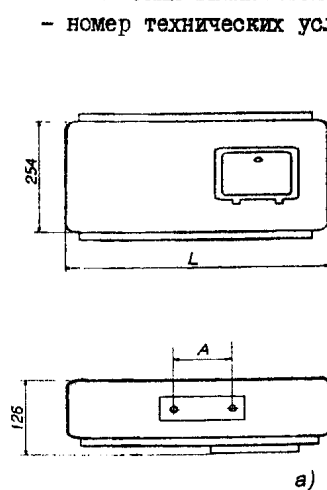

Рис. 4 Общий вид осветительных щитков:
2. Шитки ОП(ОПВ) служат для приема и распределения электрической энергии и защиты от перегрузок и токов короткого замыкания групповых линий в сетях с глухозаземленной нейтралью при напряжении 380/220 В. Шитки комплектуются автоматическими выключателями типа АЕ 1031 на отходящих линиях. Номинальный ток расцепителя, одинаковый для всех автоматических выключателей одного щитка, 16, 20 или 25 А (указывается при заказе). Ввод и вывод проводов осуществляется через верхнюю и нижнюю съемные крышки. Наибольшее число и сечение жил проводов, присоединяемых к одному вводному зажиму, 2x50 мм². Устанавливаются щитки на стене (см. рис.4). Номинальный ток от 25 до 100 А. Степень защиты IP30 по ГОСТ 14254–96.